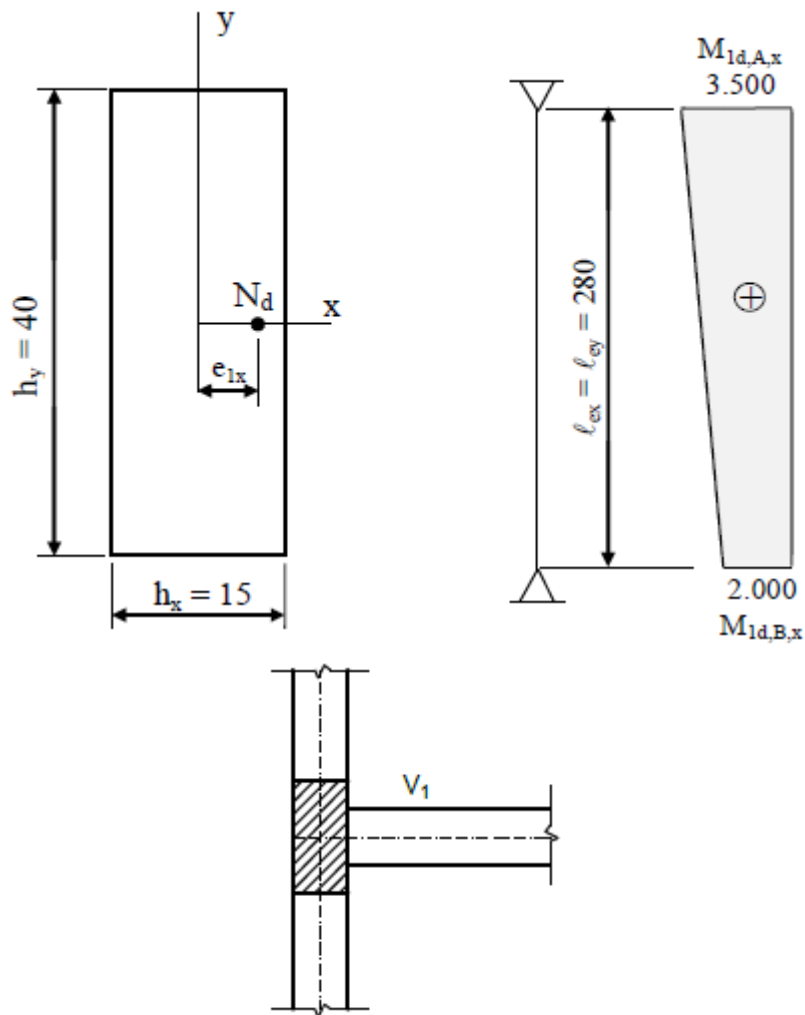

Figura 5. Dimensões da seção transversal e momentos fletores de 1ª ordem na direção y.
5. Para o pilar mostrado na Figura 5, calcular a armadura longitudinal necessária. São conhecidos: